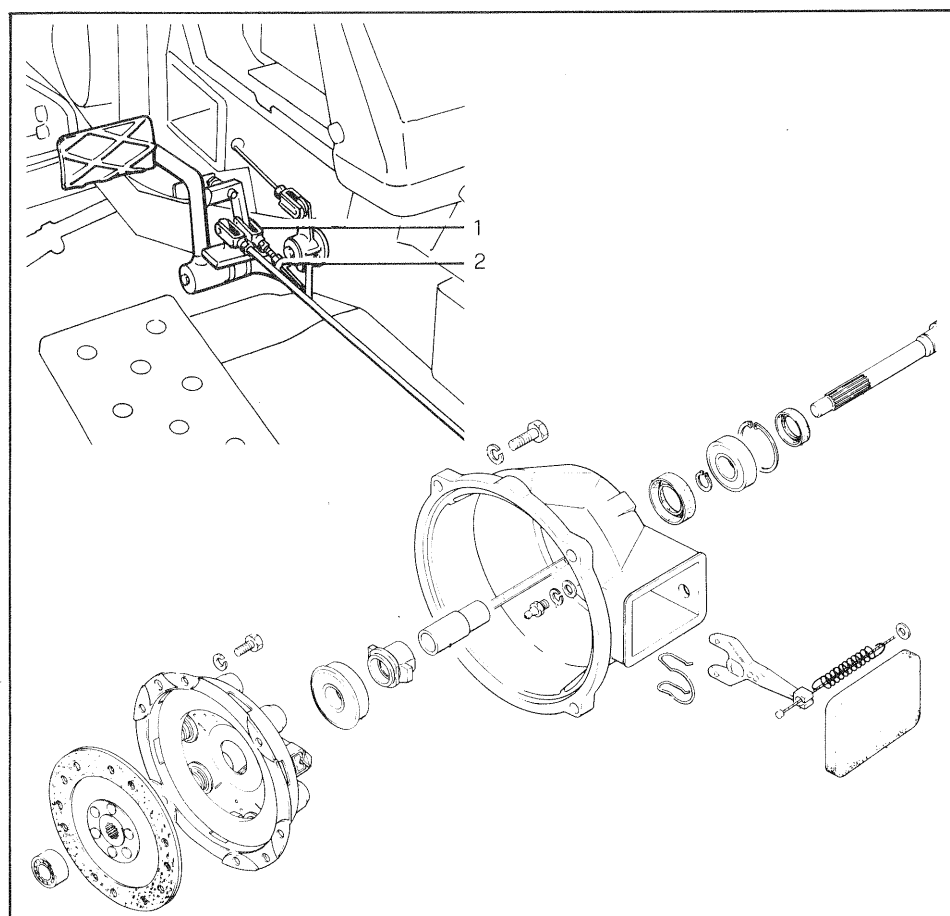

Fig. 20 - Bild 20
2. Se la corsa a vuoto del pedale è insufficiente (slittamento della frizione) o eccessiva (disinnesto incompleto), regolare il tirante di comando (1) (vedere la fig. 20). Agire sul dado di regolazione (2) in modo che la corsa a vuoto del pedale sia di 15 mm.
3. Se la regolazione del pedale non dà i risultati voluti, far smontare e verificare la frizione presso un'officina specializzata (vedere dettaglio di smontaggio in fig. 20).
2. If the idle stroke is insufficient (clutch slip-page) or excessive (disengagement is not complete) adjust the corresponding control rod (1) (see fig. 20).
3. In the event the pedal adjustment does not suffice, have the clutch disassembled and inspected in a specialized workshop (see disassembly detail in fig. 20).
2. Si la course à vide de la pédale s'avère insuffisante (l'embrayage patine) ou excessive (débrayage incomplet) régler le tirant de commande (1) (voir fig. 20). Agir sur l'écrou de réglage (2), de sorte que la course à vide soit d'environ 15 mm.
3. Si la mise au point de la pédale ne donne pas les résultats voulus, s'adresser à un atelier spécialisé pour le démontage et le contrôle de l'embrayage (voir les détails du démontage en fig. 20).
2. Sollte der freie Pedalweg ungenügend (Rutschung der Kupplung) oder übermäßig (unvollständige Ausschaltung) ausfallen, das Steuergestänge (1) (siehe Bild 20) durch Wirkung auf die Einstellmutter (2) so einstellen, dass der freie Pedalweg ca. 15 mm beträgt.
3. Sollte die Pedaleinstellung nicht den Zweck erreichen, muss man die Kupplung demontieren und sie in einer Fachwerkstatt prüfen lassen (siehe Demontage-Detail Bild 20).